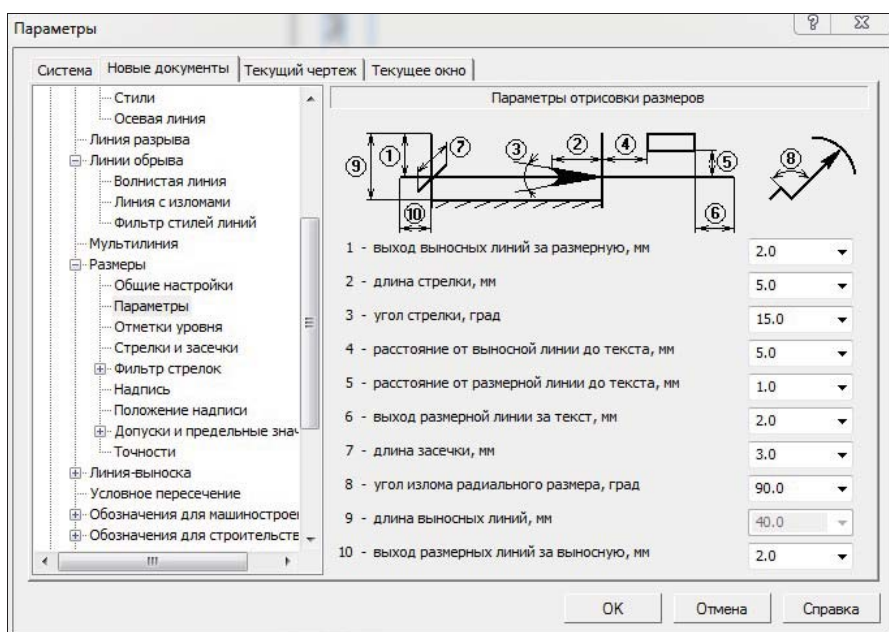

Рис. 17.18. Диалоговое окно Параметры с открытой панелью Параметры отрисовки размеров
- ◆ выделите ЛК мыши пункт **Параметры** — в правой части появится панель **Параметры отрисовки размеров** (рис. 17.18). Эта панель позволяет настроить внешний вид проставляемых размеров в соответствии с поясняющим рисунком. В данном